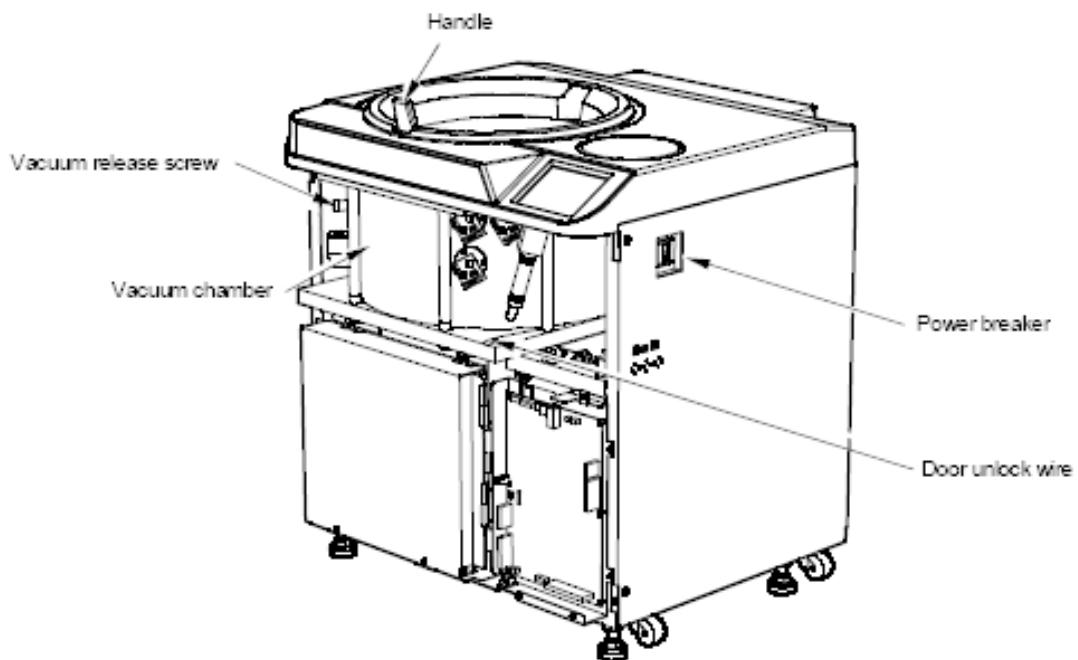

Figure 32 Ultracentrifugeuse avec le couvercle avant retiré
4. Ouvrir la soupape d'aération (en tournant la vis de dépressurisation à gauche de la chambre à vide dans le sens antihoraire) pour laisser l'air entrer dans la chambre de rotor. Quand la pression dans la chambre de rotor atteint la pression atmosphérique, serrer la vis comme avant. Figure 32 Ultracentrifugeuse avec le couvercle avant retiré.)